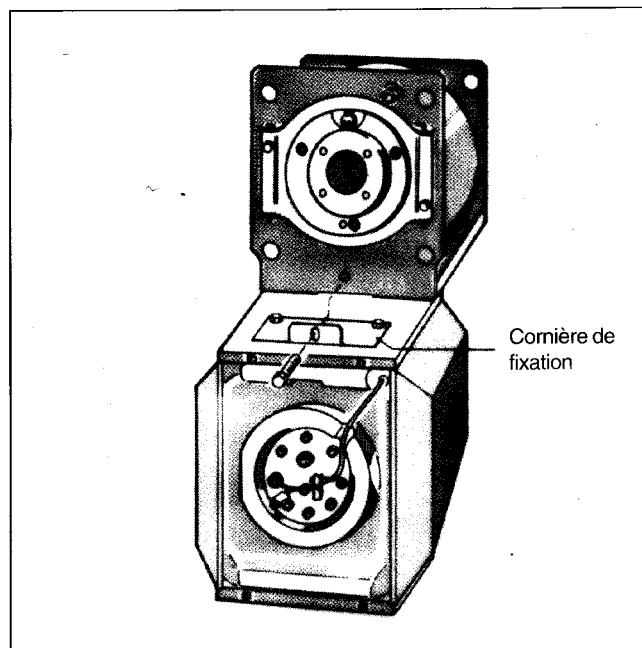

Fig. 3
- Visser la cornière de fixation sur le préparateur à l'aide de 2 vis 6 pans (fig. 3).
- Poser le corps de la chaudière sur le préparateur d'ECS de sorte que le socle de la chaudière s'appuie sur la cornière de fixation et que la perforation de la cornière de fixation coïncide avec les taraudages du socle de la chaudière (fig. 3).
- Caler la chaudière et visser la cornière de fixation au socle de la chaudière (fig. 3).